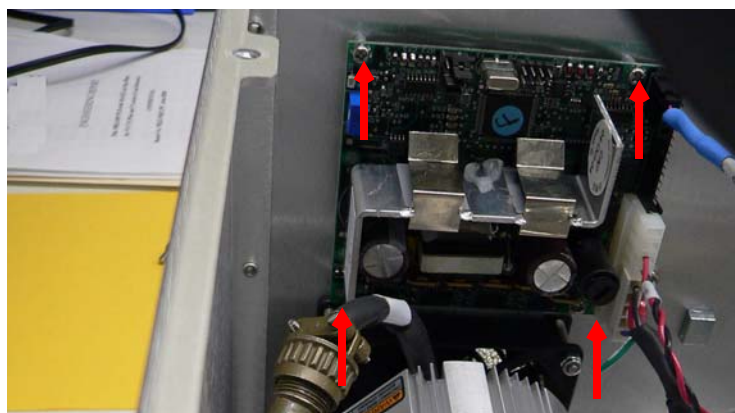

图 B-25 涡轮控制器电路板的螺丝
5. 拆下四（4）组菲利普斯螺丝/垫圈及垫片（图 B-25）。
6. 放入新的电路板并装上四（4）组菲利普斯螺丝/垫圈及垫片（图 B-25）。